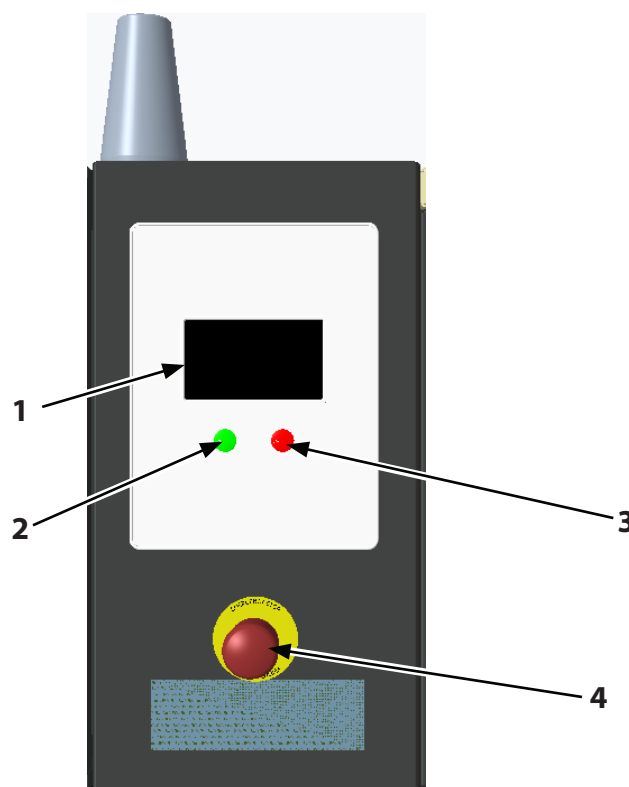

Figure 25: Affichage du contrôleur
N'utilisez que le bouton-poussoir d'arrêt (-3-, Figure 25) pour éteindre le compresseur « normalement », et non le bouton-poussoir ARRÊT D'URGENCE (-4- Figure 25). Le compresseur effectuera un refroidissement intermédiaire pendant 30 secondes après avoir été éteint (arrêt progressif).
Appuyez sur le bouton de démarrage < I > (-2- Fig. 25) sur le panneau de commande.
Appuyez sur le bouton < O > (-3- Fig. 25) sur le panneau de commande, et non sur le bouton d'arrêt d'urgence (-4- Fig. 25).
Le bouton d'arrêt d'urgence (-4- Fig. 25) est situé à côté du contrôleur du compresseur. Il sert à arrêter immédiatement l'appareil. N'utilisez le bouton d'arrêt d'urgence que pour arrêter l'appareil dans une situation d'urgence.
- Appuyez sur le bouton de DÉMARRER [I] (-2- Fig. 25).
- Pour éteindre le compresseur de la manière habituelle, utilisez le bouton ARRÊT (-3- Fig. 25) et non le bouton d'ARRÊT d'urgence (-4- Fig. 25). Après l'arrêt, le compresseur fonctionnera pendant 30 à 50 secondes (arrêt progressif). Le temps restant est décompté sur l'écran.